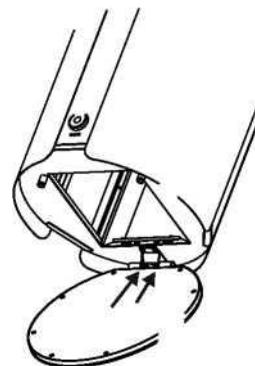

Abb. 28
- Lösen Sie die zwei Schrauben, wie in Abb. 28 gezeigt.